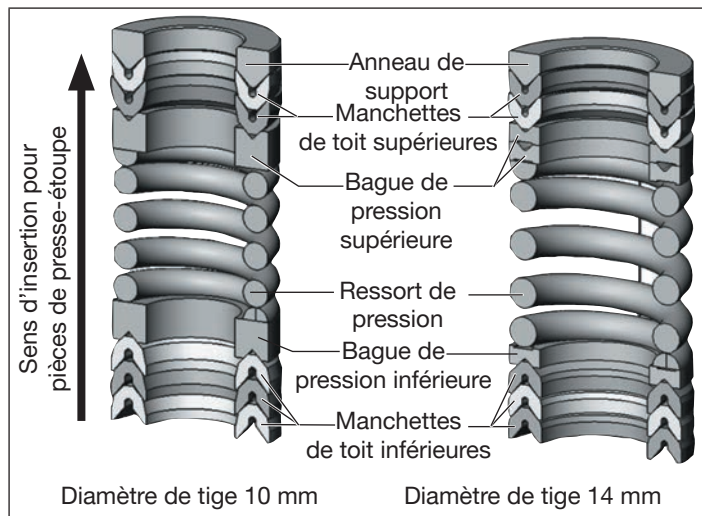
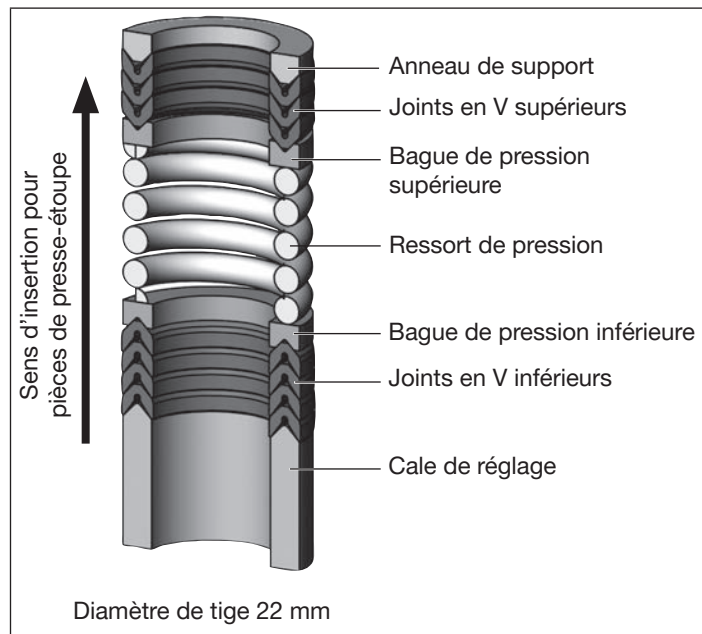

Fig. 29 : Jeu de joints du presse-étoupe
Fig. 30 : Jeu de joints du presse-étoupe SP22
- Positionner les pièces détachées dans le sens et l'ordre indiqués sur la tige (comme cela est représenté sur la « Fig. 29 » ou « Fig. 30 »).